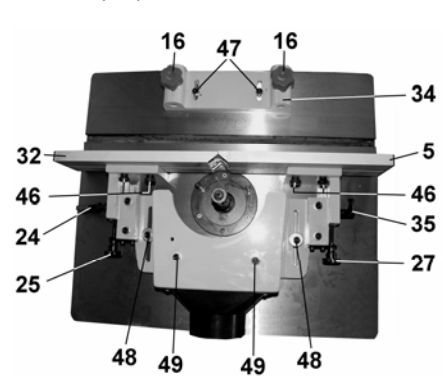

Рис.6
8.3.3. На корпусе узла направляющих планок (50) установите и закрепите двумя винтами (49) подиум (21). На подиуме (21) установите и четырьмя винтами закрепите стойку (28), Рис. 6,7.
8.3.5. Прижимы (26) установите и винтами фиксации (16) закрепите в корпусе прижимов (34). Положение корпуса прижимов (34) закрепите винтами фиксации (47), Рис.6,7.
8.4.2. Выкрутите транспортировочные винты (48), на их место через шайбы установите винты фиксации (6 и 22) блока направляющей передней планки (50), Рис.6, 7.